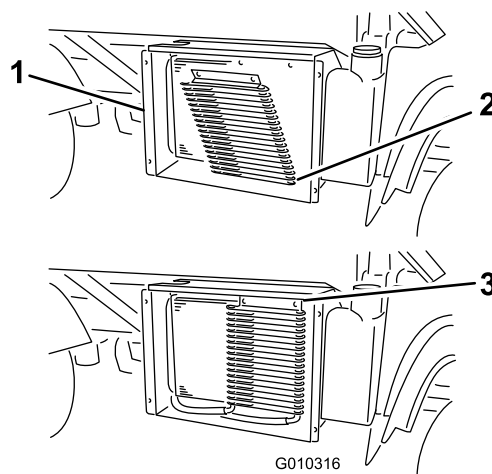

Figura 61
3. Se presenti, ruotate i fermi e spostate il refrigeratore dell'olio dal radiatore (Figura 61).